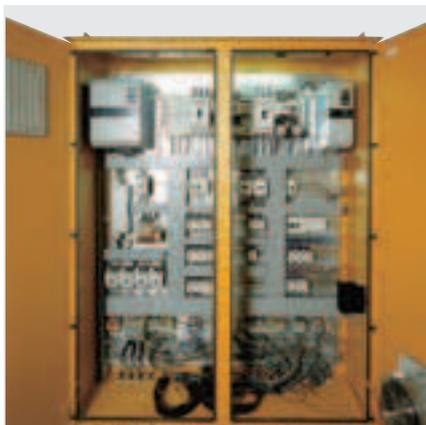

Bild 4: Beispiel für eine Schaltanlage für die Automatisierung von Maschinen und Anlagen, mit anteiligem Leistungs- und Steuerungsteil.
- Elektrischen Anlagen zur Maschinen- und Anlagenrüstung (**Bild 4**) (Maschinen- und Anlagensteuerungen einschließlich der Leistungsschalt- und Schutzgeräte)